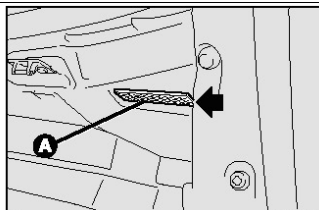

рис.48
- Извлечь плафон **А** – **рис.48** нажав на него в точке указанной стрелкой;
- Закрыть защитную панель **В** – **рис.49** на плафоне **А** – **рис.48**;